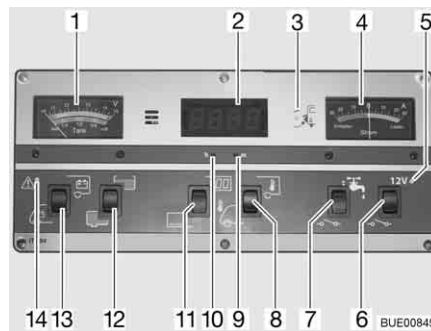

Bild 172 Panel IT 994
Med instrumentet V/tank (Bild 172,1) avläses den övre skalan. Instrumentets belysning tänds automatiskt när en knapp trycks in.
- Vippkontakten (Bild 172,13) trycks in nedtill: Startbatteriets spänning visas.
- Vippkontakten (Bild 172,13) trycks in upptill: Bodelsbatteriets spänning visas.
På instrumentet V/tank (Bild 172,1) avläses den undre skalan. Instrumentets belysning tänds automatiskt när en knapp trycks in.
- Vippkontakten (Bild 172,12) trycks in upptill: Vattenvolymen visas.
- Vippkontakten (Bild 172,12) trycks in nedtill: Avloppsvattenvolymen visas.
Den röda varningslampan ALARM (Bild 172,14) blinkar så snart spänningen i bodelsbatteri har sjunkit till under 11 V (mätning under pågående drift) och risk för djupurladdning föreligger.
- Vippkontakten (Bild 172,11) trycks in upptill: Visning av digitalur är inkopplad. Temperaturvisning är driftsklar.
- Vippkontakten (Bild 172,11) trycks in nedtill: Visning av digitalur och temperaturvisning är avstängda.
- Tryck i öppningen för timvisningen (Bild 172,10) med en spetsigt föremål, t. ex en pennspets, tills önskat timtal har nåtts.
- Tryck i öppningen för minutvisningen (Bild 172,9) med en spetsigt föremål, t. ex en pennspets, tills önskat minuttal har nåtts.
- Vippkontakten (Bild 172,8) trycks in upptill: Innetemperaturen visas.
- Vippkontakten (Bild 172,8) trycks in nedtill: Utetemperaturen visas.
På instrumentet ström (Bild 172,4) visas batteriströmmens flöde kontinuerligt. Instrumentets belysning tänds automatiskt när en knapp trycks in.
Med huvudbrytaren 12 V (Bild 172,6) kopplas panelen och bodelens 12 V-försörjning till eller från.
Slå på: ■ Vippkontakten (Bild 172,6) trycks in upptill: 12 V-försörjningen för bodelen är påslagen. Kontrollampan (Bild 172,5) lyser grönt.
Slå från: ■ Vippkontakten (Bild 172,6) trycks in nedtill: 12 V-försörjningen för bodelen är avstängd. Kontrollampan (Bild 172,5) slocknar.
Kontrollampan 12 V (Bild 172,5) lyser då huvudbrytaren 12 V (Bild 172,6) är inkopplad.
Den gula 230 V-kontrollampan (Bild 172,3) lyser när nätspänningen ligger på el-blockets ingång.